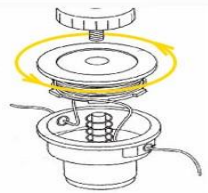

Рисунок 3
- намотайте жилку на шпулю у напрямку, зазначеному стрілкою (рисунок 3), слідкуючі за тим, щоб кожен відрізок жилки знаходився у своєму відділенні;